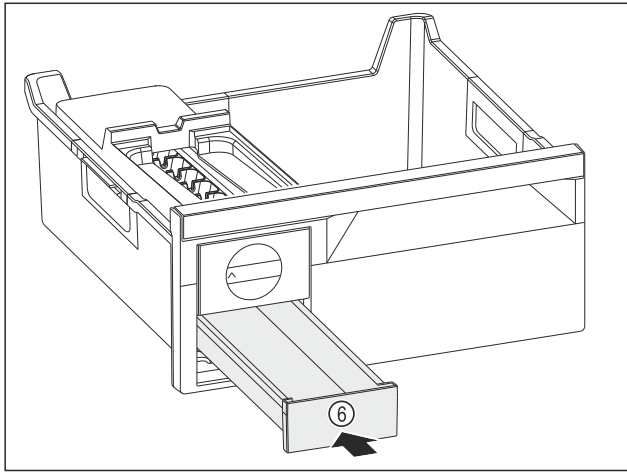

Fig. 168
► Insert the ice cube tray Fig. 168 (6).